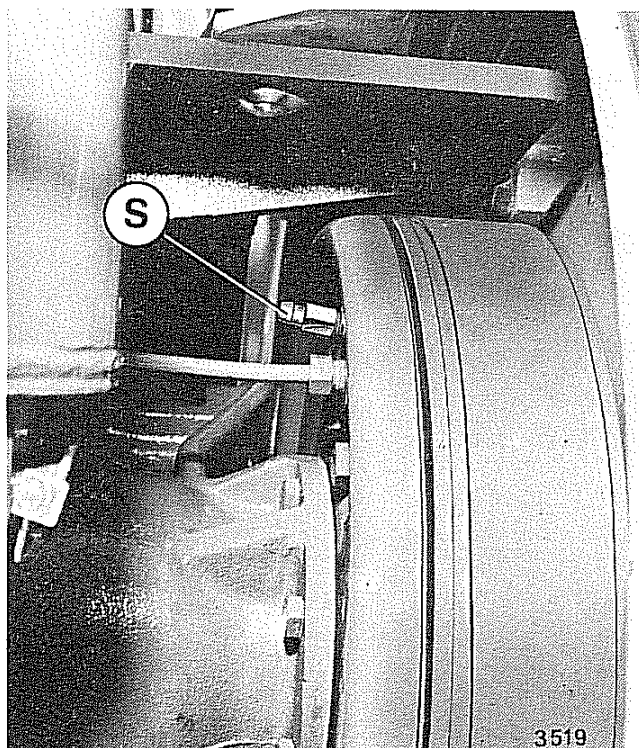

Fig. 34 - Raccordo spurgo aria freni
- Pulire l'estremità del raccordo di spurgo aria **S** (fig. 34) posto su ogni cilindretto, liberando il foro centrale dalle eventuali impurità.